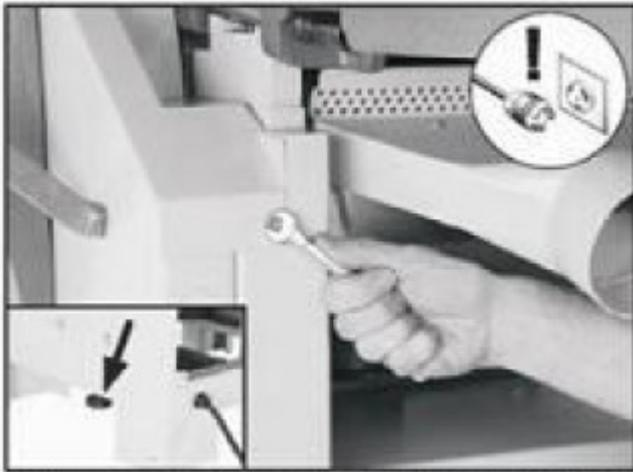

Рис. 25. Выворачивание винтов с крышки клиноремённой передачи и рукоятки натяжения ремней (в комплекте)
2. Вывернуть пять винтов с шестигранным шлицем, крепящих крышку клиноремённой передачи (рис. 25).
3. Снять параллельный упор и кронштейн параллельного упора, затем снять крышку доступа к двигателю и рукоятку натяжения ремней (рис. 25).